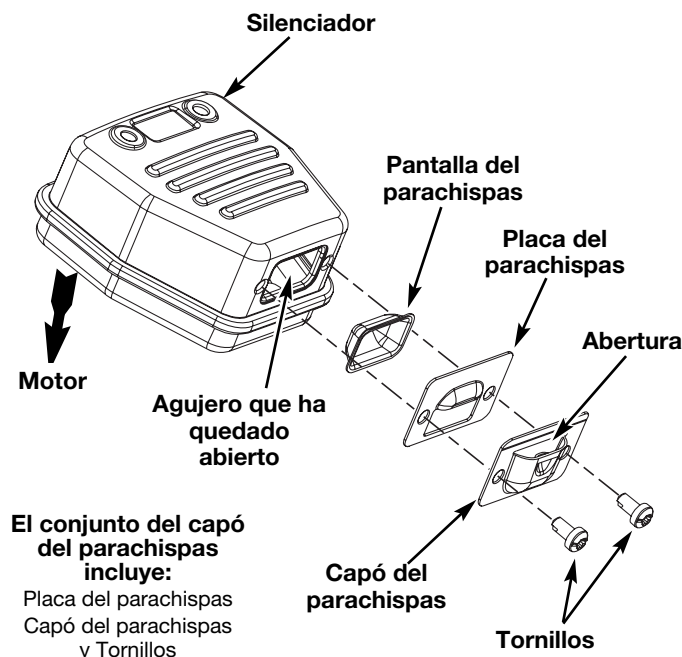

Fig. 22
2. Localice el silenciador, pero no lo quite. Busque los dos (2) tornillos en la parte inferior del silenciador (Fig. 22). Estos dos tornillos unen el conjunto de deflector de escape y la pantalla del parachispas a la parte inferior del silenciador. Quite los dos (2) tornillos usando una llave torx No. 20 o un destornillador plano.
6. Coloque la placa del parachispas encima del parachispas con el lado “levantado” hacia arriba mirando al motor (Fig. 22).
7. Coloque el capó del parachispas encima de la placa del parachispas con el lado “levantado” hacia arriba y la apertura mirando en dirección **CONTRARIA** al motor (Fig. 22). Asegúrese de que el escape se dirija en dirección **CONTRARIA** al motor.